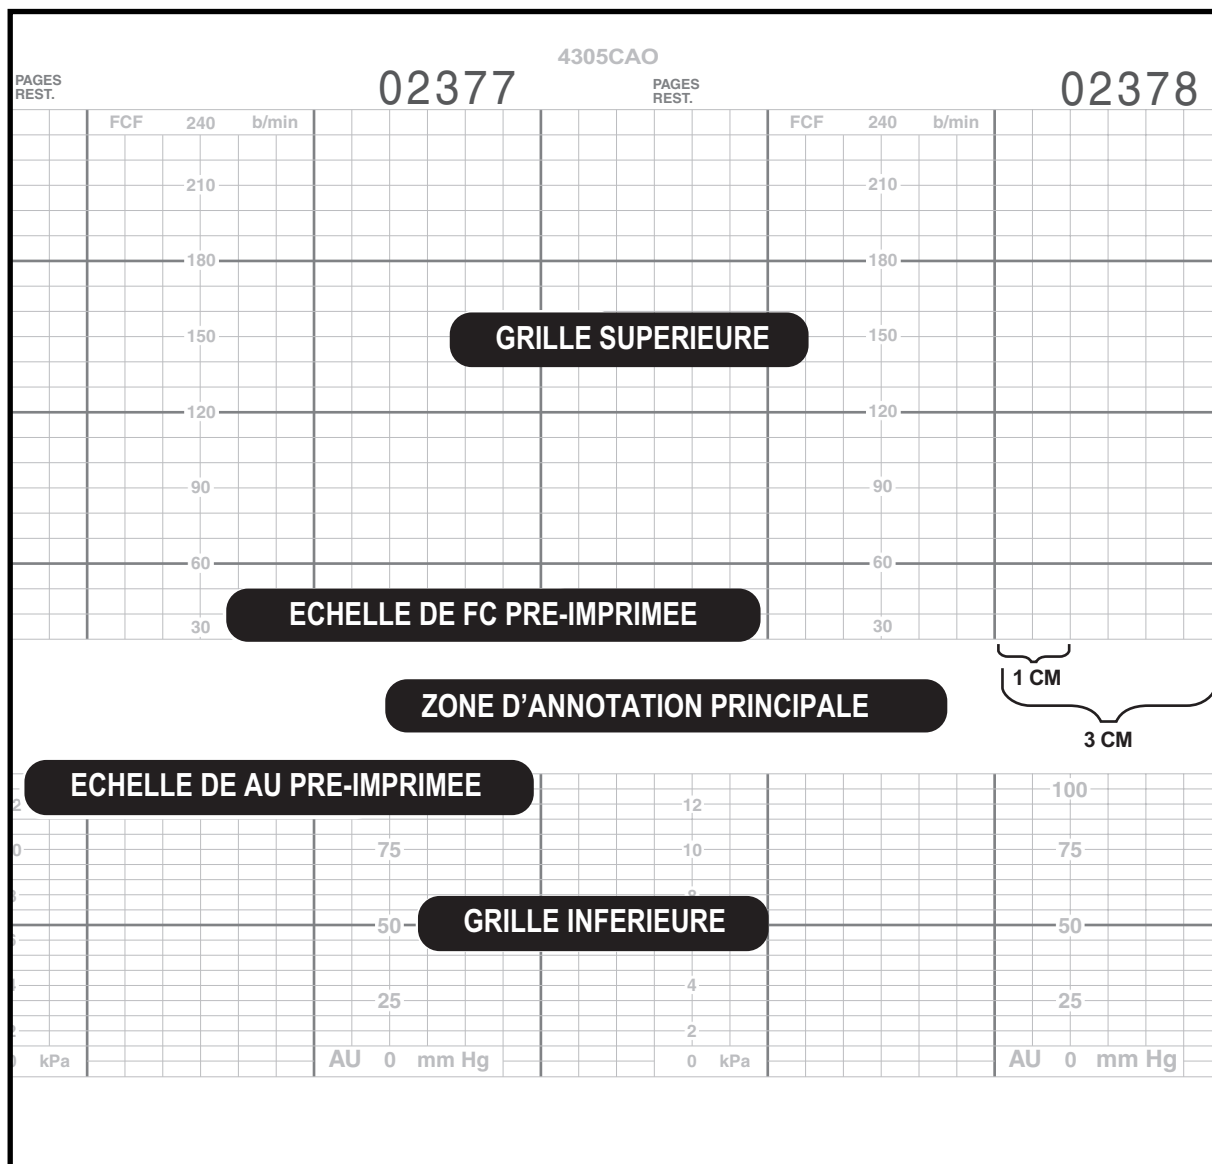

Figure 7-1. Papier accordéon millimétré - Echelle de fréquence cardiaque de 30 à 240 b/min
- papier accordéon millimétré avec échelle de fréquence cardiaque (30 à 240 b/min) pré-imprimée. (Voir la figure 7-1.)
Aux Etats-Unis, la grille la plus courante est l'échelle 30 à 240 b/min avec la vitesse de l'enregistreur réglée sur 3 cm/min. Comme illustré à la figure 7-1, un trait foncé s'imprime tous les 3 cm/min, ce qui représente 1 minute à la vitesse de 3 cm/min. L'échelle de l'activité utérine est également pré-imprimée de 0 à 100 mmHg ; la même échelle est utilisée pour les unités relatives.
Les figures 7-1 et 7-2 indiquent l'emplacement de la grille supérieure, de la grille inférieure et de la zone d'annotation pour chaque style de papier. Notez qu'un style de papier possède une plus grande zone d'annotation que l'autre.